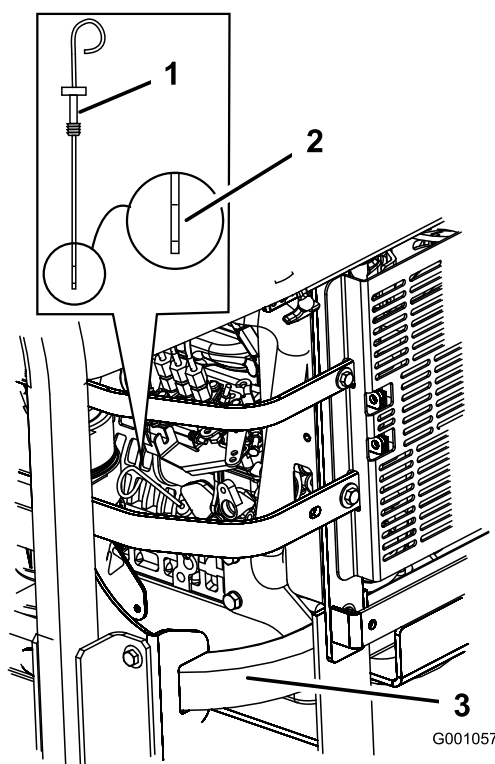

Figura 46
3. Pulite attorno all'asta di livello (Figura 46) in modo che la morchia non possa penetrare nel foro di rifornimento e danneggiare il motore.
4. Estraete l'asta di livello dell'olio e pulite l'estremità metallica (Figura 46).
5. Inserite a fondo nel tubo di rifornimento l'asta di livello dell'olio. Estraete l'asta e controllate l'estremità metallica (Figura 46). Se il livello dell'olio è basso, versate lentamente dell'olio nel foro di rifornimento solo quanto basta per portare il livello al segno Full.